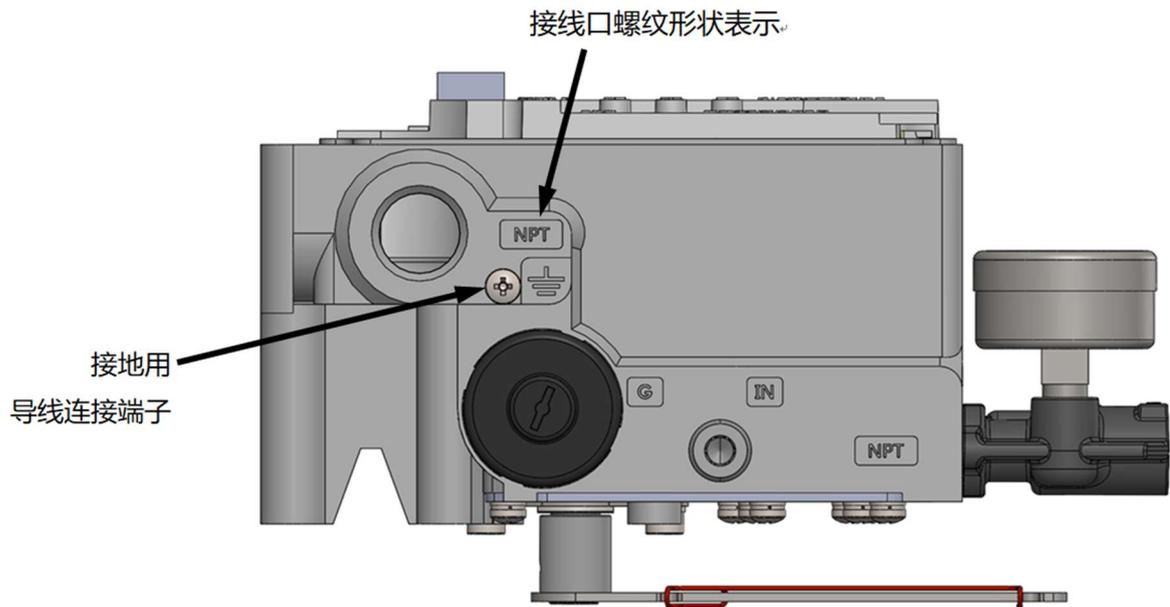

图 2.6b 接线口螺纹形状表示和接地用导线连接端子部
- 根据端子的种类和形状，剥线尺寸有所不同，请参照各种端子的说明书。图 2.6b 是以圆形压着端子为例。